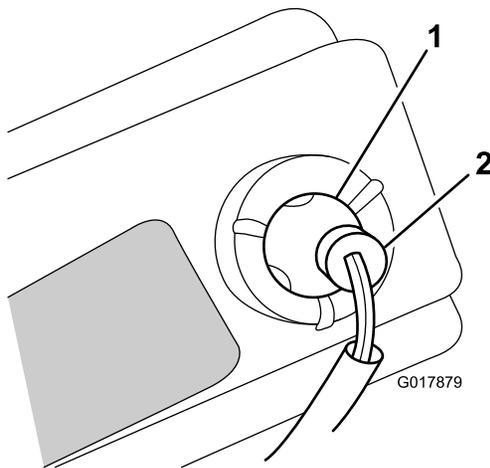

Bild 32
6. Ziehen Sie die Birnenfassung heraus (Bild 32).